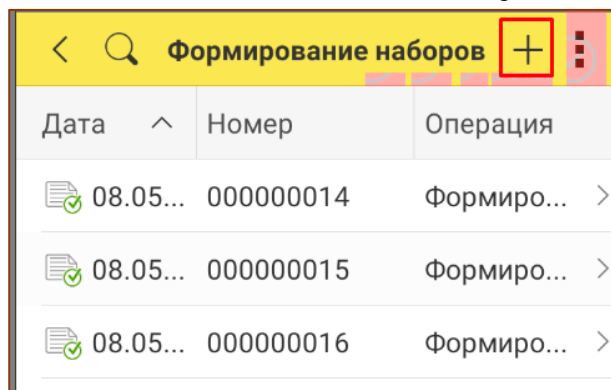

Рис. 9.4 -Создание документа
- Создать документ можно по соответствующей кнопке (Рис. 9.4).